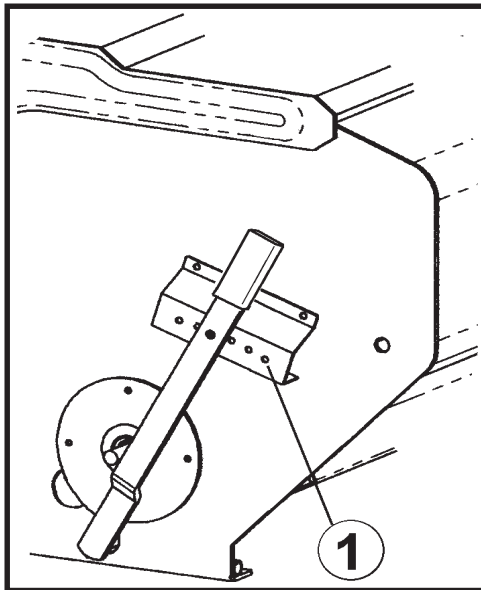

fig. 2
- 4) Placer le LEVIER DE REGLAGE DU PAS DES SEMENCES (fig. 2) dans la position recommandé selon le type de semence qu'on semera, en accord avec le tableau de la pag. 19.